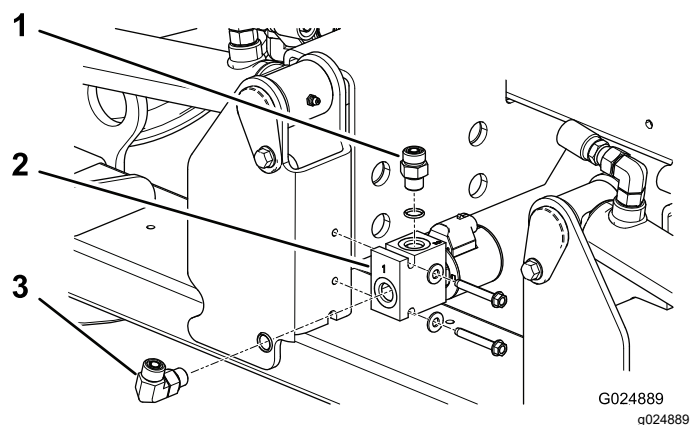

Figure 6
- Fixez le collecteur de verrou de plateau gauche au tube de cadre avec 2 vis autotaraudeuses ($\frac{1}{4}$ " x $1\frac{3}{4}$ ") Positionnez le collecteur comme montré à la Figure 6.
- Posez le raccord hydraulique droit au sommet du collecteur (Figure 6).
- Posez le raccord hydraulique à 90 degrés au bout du collecteur (Figure 6).